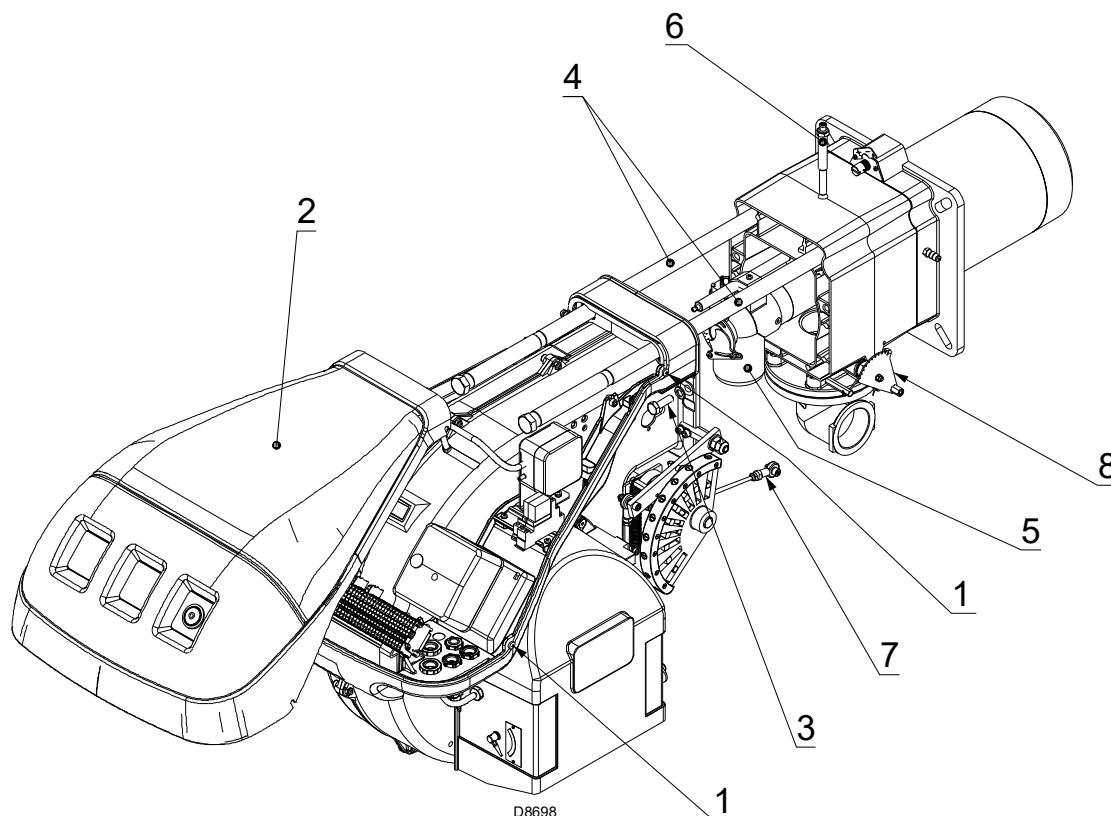

Fig. 39
- Aliviar os parafusos 1) e retirar a tampa 2)(Fig. 39);
- desenganchar a rótula 7) do setor graduado 8)(Fig. 39);
Neste ponto é possível extrair o distribuidor de gás 5), depois de se ter desenroscado o parafuso 6)(Fig. 39).
- recolocar os parafusos 3)(Fig. 39) e puxar delicadamente em direção ao exterior os cabos de sonda e o eletrodo, até colocá-los em ligeira tensão;
- voltar a enganchar a rótula 7) no sector graduado 8)(Fig. 39);
- desmontar os dois prolongamentos da guia 4)(Fig. 39).